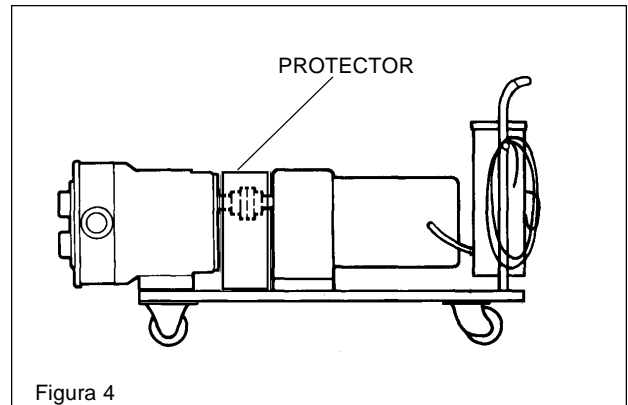

Figura 4
G. Bases portátiles (Vea la figura 4) para mover a distintos lugares.